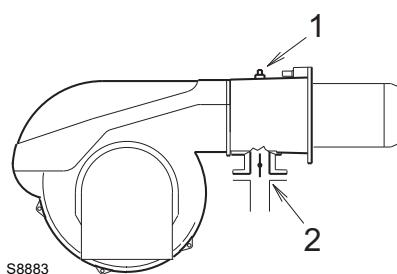

Fig. 39
Presión de gas medida en la toma 1)(Fig. 39), con:
Pérdida de carga en válvula de mariposa del gas 2)(Fig. 39) con apertura máxima: 90°.
- Restar a la presión del gas en la toma 1)(Fig. 39) la presión de la cámara de combustión.
- Presión de gas en la toma 1)(Fig. 39) = 8 mbar
En cambio, para conocer la presión necesaria de gas en la toma 1)(Fig. 39), una vez fijada la potencia MÁX a la que se desea que funcione el quemador:
- Leer a la derecha, en la columna 1, la presión en la toma 1)(Fig. 39).
- presión necesaria en la toma 1)(Fig. 39).